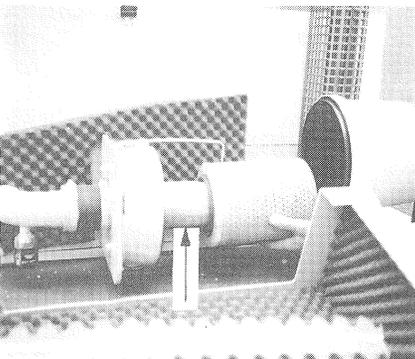

Bild 49
- (3) Staubsammeltopf und Filterelement abziehen (Bild 49)
- (4) Staubsammeltopf reinigen
- (5) Filterelement reinigen ggf. wechseln
- Schaltet die Wartungsanzeige (rot) nach erfolgter Wartung wieder ein, ist auch die Sicherheitspatrone (Bild 49/ Pfeil) zu wechseln.